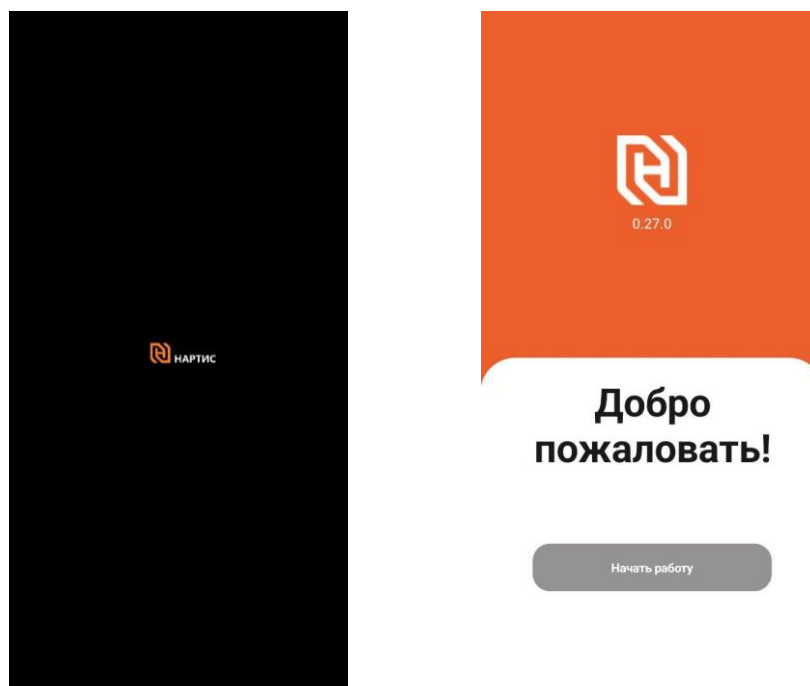

Рисунок 1 — Экраны загрузки и входа в ПО
1.3 После завершения установки убедитесь, что интерфейс Bluetooth мобильного устройства активен и запустите ПО (рисунок 1).